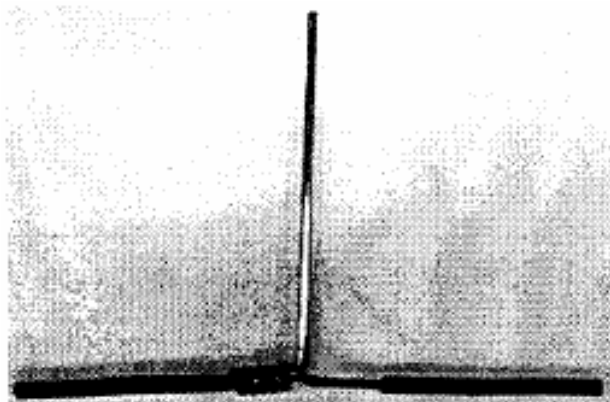

Figura 10.18
6. Inicie a segunda parte da emenda, segurando a primeira parte com o alicate (**figura 10.18**).